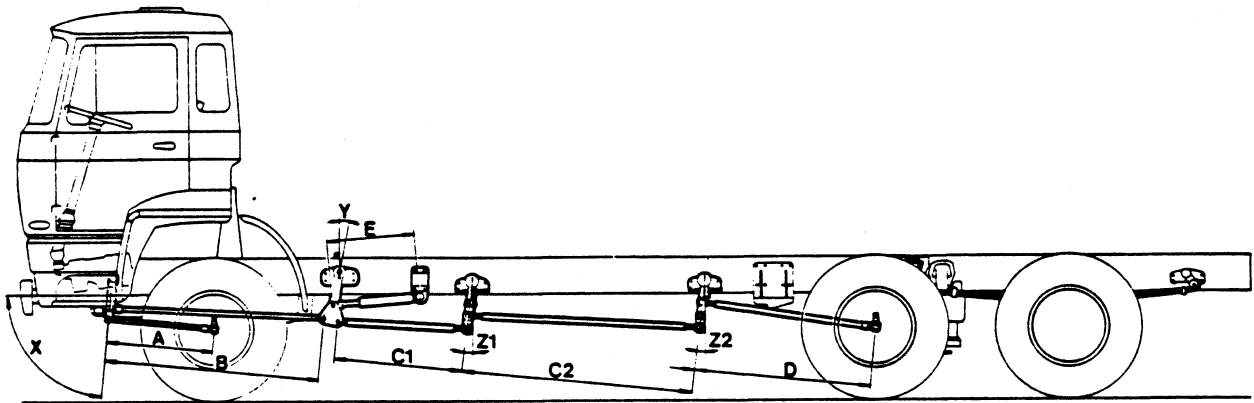

Fig. 17
17. Stel de stuurstang naar de eerste bestuurbare as (stuurstang A in Fig. 17) zodanig in dat deze weer aan de stuurarm op de fusee gekoppeld kan worden. Let hierbij op dat de pitmanarm in de middenstand blijft staan en dat de wielen van de eerste bestuurbare as in lijn blijven staan met de wielen van de achteras. Dit laatste kan gecontroleerd worden m.b.v. de projector. Plaats deze in de opspanner aan het wiel aan stuurwielzijde en controleer of de aanwijzingen op de linealen vóór en achter het voertuig gelijk zijn.
18. Plaats een projector in de opspanner aan het wiel van de tweede bestuurbare as. Stel vervolgens de stuurstang naar de tweede bestuurbare as (stuurstang D in Fig. 17) nu zodanig in dat de aanwijzingen op de linealen vóór en achter het voertuig gelijk zijn. Ook de wielen van deze as staan nu in lijn met de wielen van de achteras. Let bij deze handelingen goed op dat de wielen van de eerste as hierbij niet verstoord zijn. Controleer dit m.b.v. de projector.